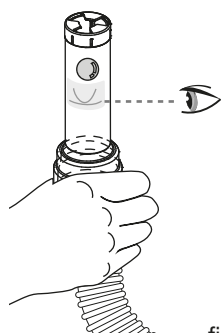

fig.6
- Gardez l'indicateur de débit d'air aligné verticalement au niveau de vos yeux pour une lecture précise. Attendez 3 à 5 minutes jusqu'à ce que la bille flottante se stabilise. Vérifiez si la bille flottante se trouve au niveau ou au-dessus du repère de l'indicateur de débit d'air (voir fig. 6).